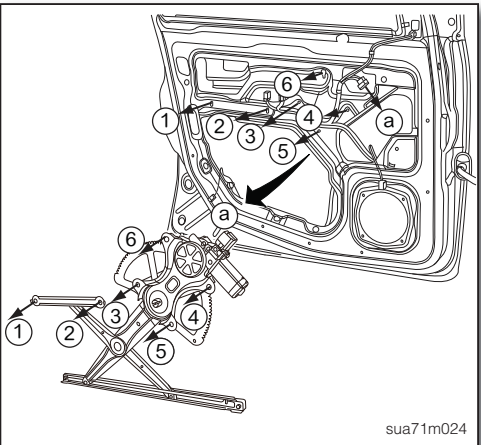

图17
6. 拆开前车门玻璃调整器总成的线束接头a (如图17)。
7. 拆下前车门玻璃调整器总成固定螺栓①~⑥ (如图17)，然后取出前车门玻璃调整器总成。